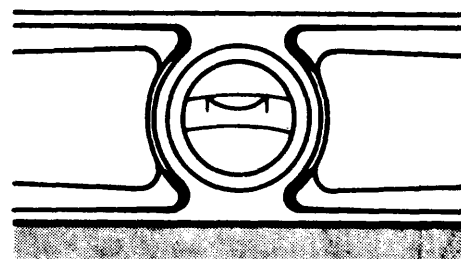

Fig. 1
1º paso Coloque el nivel de canto sobre el elemento (fig. 1).
- 1) Si la burbuja está centrada entre las dos rayas, el nivelado es correcto (fig. 1).